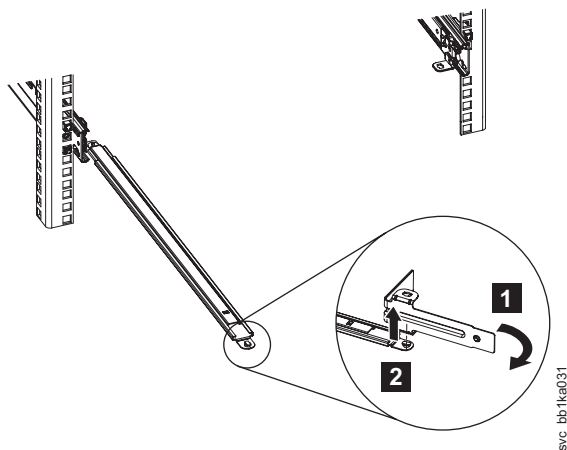

図 14. SAN ボリューム・コントローラー 2145-CF8 ケーブル・マネージメント停止ブラケットの取り外し
8. サポート・アームの接続されていない方の端 (右側) にある L 字形ケーブル・マネジメント停止ブラケットを取り外します。33 ページの図 14 の **1** に示すように、ブラケットを回転させて、サポート・アームから解放します。次に、ケーブル・マネジメント停止ブラケット **2** を持ち上げて、サポート・アームから外します。